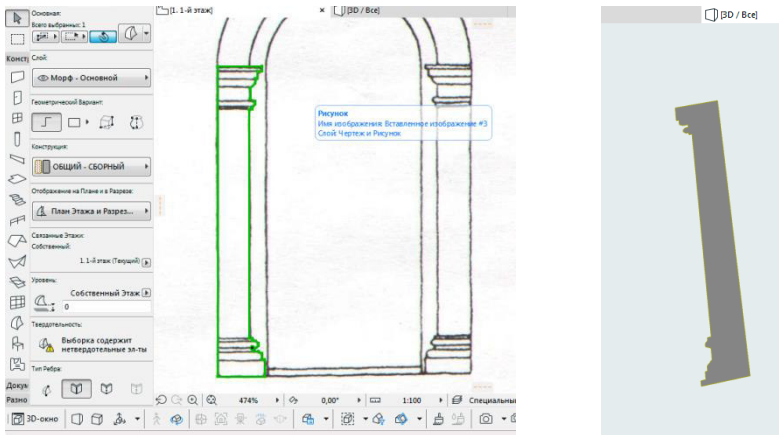

Рис. 9
2. Інструментом “Морф” створіть замкнутий контур колони (рис. 9).